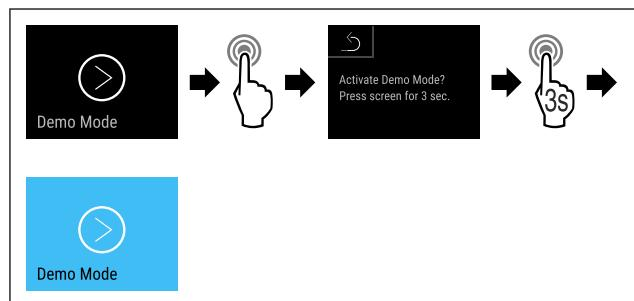

Fig. 159
- Seguir los pasos de procedimiento (consulte Fig. 159) .